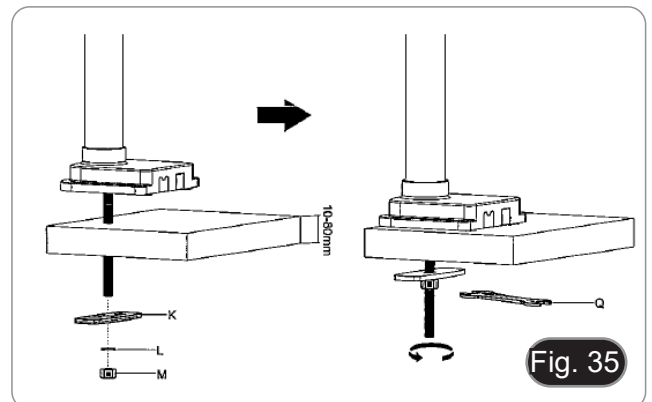

Fig. 35
6. Stecken Sie die Schraube (I) in die Bohrung des Tisches.
7. Befestigen Sie die Baugruppe mit der Befestigungsplatte (K), der Unterlegscheibe (L) und der Mutter (M).
8. Ziehen Sie die Mutter mit dem Schraubenschlüssel (Q) fest. (Fig. 35)